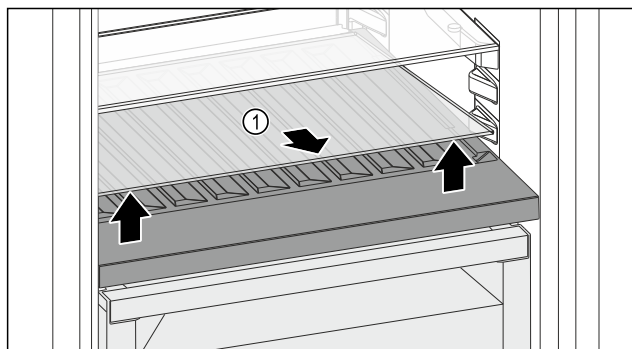

Fig. 116
- ▶ Ridicați în față și extrageți placa de sticlă Fig. 116 (1) din degajare.
- ▶ Păstrați placa de sticlă Fig. 116 (1) în siguranță în afara aparatului.